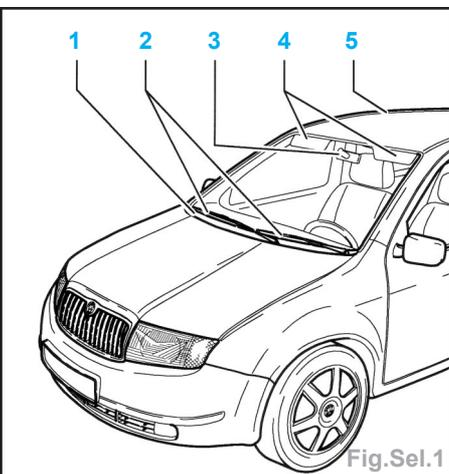

Fig.Sel.1
- la baguette de toit G et D (5) (Fig.Sel.1),